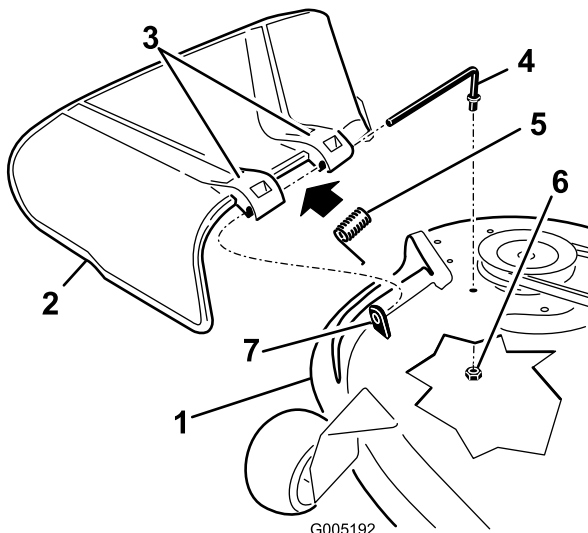

Figura 48
1. Localice los elementos mostrados en la Figura 48.
2. Retire la tuerca (3/8 pulg.) de la varilla (debajo del cortacésped) (Figura 48).
3. Retire la varilla del espaciador corto, del muelle y del deflector de hierba (Figura 48). Retire el deflector de hierba dañado o desgastado.
4. Vuelva a colocar el deflector de hierba (Figura 48).
deflector de hierba. Deslice la varilla por el segundo soporte del deflector de hierba (Figura 48).
7. Introduzca la varilla, en la parte delantera del deflector de hierba, por el espaciador corto de la plataforma. Fije el extremo trasero de la varilla en el cortacésped con una tuerca (3/8 pulg.) (Figura 48).